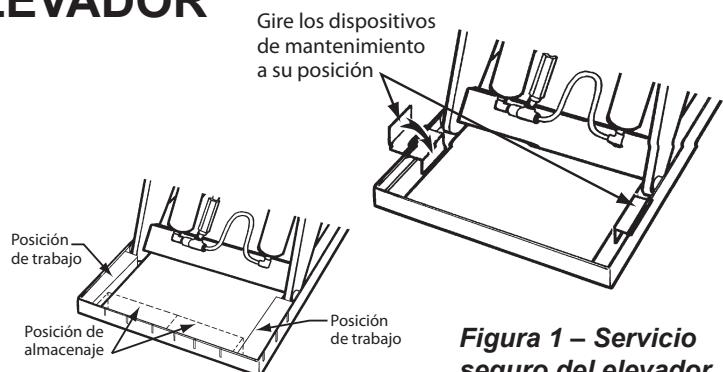

Figura 1 – Servicio seguro del elevador
3. Retire los dispositivos de mantenimiento de sus ubicaciones de almacenaje y colóquelos de forma que hagan contacto como se muestra en la Figura 1. Nota: Para los modelos LST, asegúrese de que se utilicen todos los dispositivos de mantenimiento.
12. Eleve el elevador e inserte los dispositivos de mantenimiento como se muestra en la Figura 1.
Cuando ajuste el control de flujo, siempre eleve la mesa de elevación e inserte los dispositivos de mantenimiento como se muestra en la Figura 1. No trate de ajustar el flujo de control mientras presiona el botón "abajo". Si intenta esto, la mesa de elevación puede caer repentinamente y usted puede resultar herido.
- **Eleve el elevador e inserte los dispositivos de mantenimiento** como se muestra en la Figura 1.
- Siempre que quiera cambiar el ajuste nuevamente, vuelva a elevar la mesa e inserte los dispositivos de seguridad como se muestra en la Figura 1.